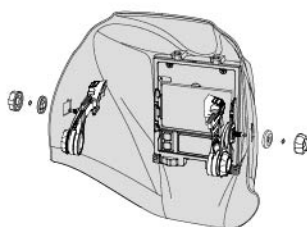

Fig. 14
- Anbring hver adapter i monteringspunkterne på hjelmens skal, og skru hovedkoblingsgrebet helt fast (se fig. 14).